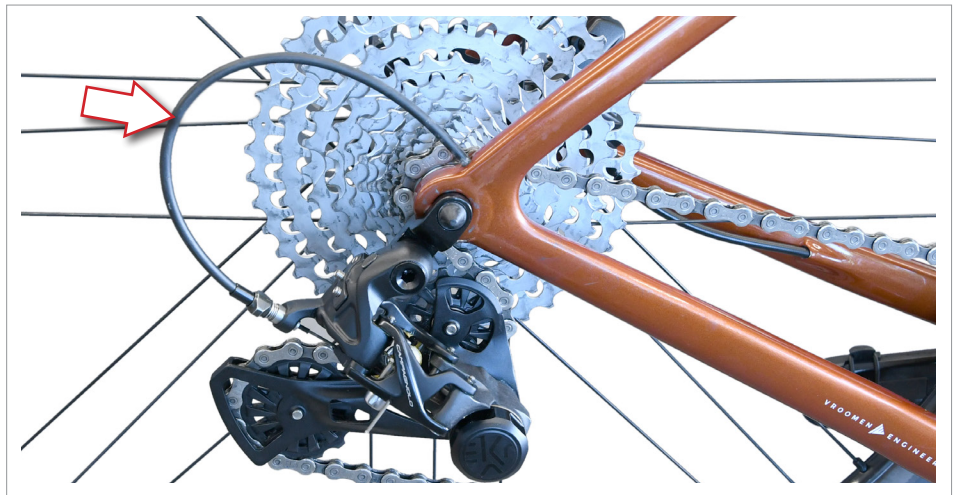

Fig.13
- Qualora il cavo fosse danneggiato, sostituitelo prima di utilizzare la bicicletta. Se la guaina è troppo corta, ne risentirà la funzionalità della cambiata (Fig. 13).